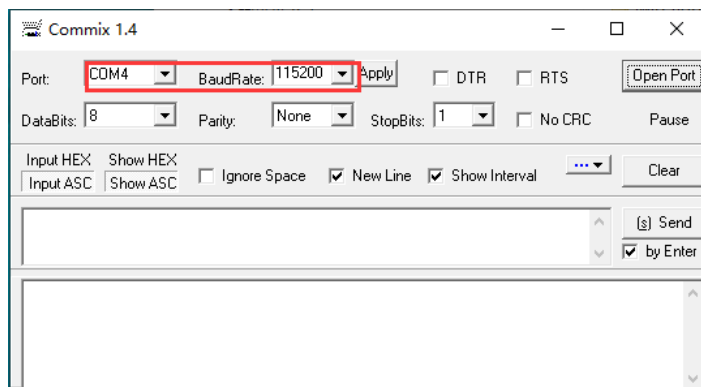

图 9
7、打开 commix 软件测试 RS485 通信，端口号选择设备管理器中查询到的 RS485 设备串口号，波特率设置为 115200，如图 9 所示；